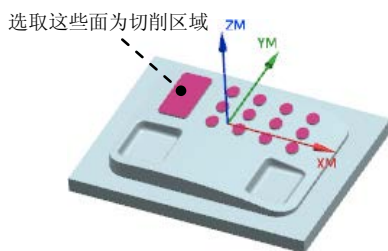

图 12.16 指定切削区域
Step2. 选取图 12.16 所示的面（共 13 个面）为切削区域，在“切削区域”对话框中单击 **确定** 按钮，完成切削区域的创建，同时系统返回到“轮廓区域”对话框。